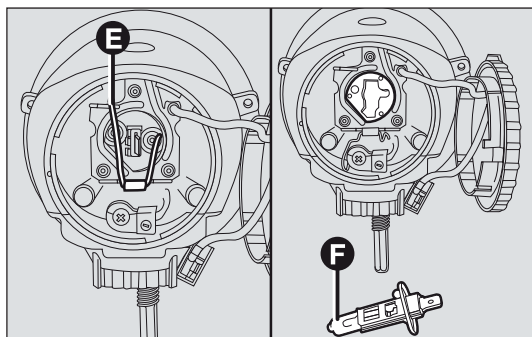

fig. 151
- ☐ suelte la ballestilla E-fig. 151 y extraiga la lámpara F;